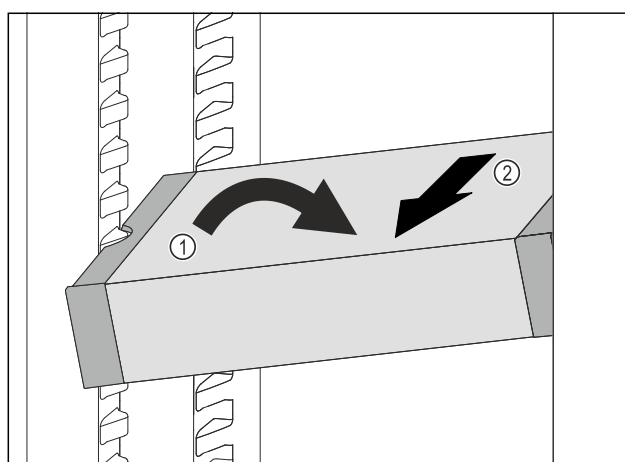

Fig. 129
- ▶ Stil VarioSafe på skrå ind i kølesektionen. Fig. 129 (1)
- ▶ Tag VarioSafe ud fremefter. Fig. 129 (2)